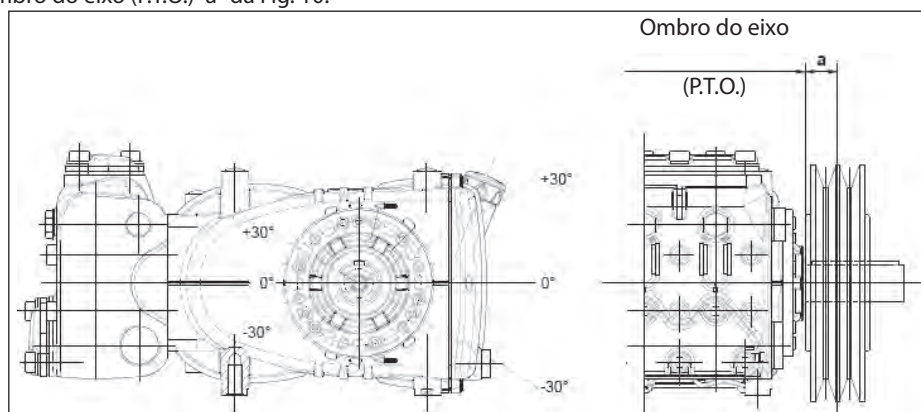

Fig. 10
A carga radial sobre o eixo não deve ser superior a 3000 N (valor necessário para a definição do layout). A transmissão é considerada adequada, se tal carga é aplicada a uma distância máxima de  $a=30$  mm do ombro do eixo (P.T.O) conforme indicado na Fig. 10.
- b) Use correias de alto rendimento - por exemplo **XPB** ao invés de **SPB** - pois será necessário uma quantidade inferior de correias com a mesma potência transmitida e uma conseqüente distância inferior do resultante em relação ao ombro do eixo (P.T.O.) "a" da Fig. 10.
- e) Siga a direção da tensão da correia, conforme indicado na Fig. 10 para exigências diferentes, contate o **Departamento Técnico** ou o **Serviço de Assistência Técnica**.